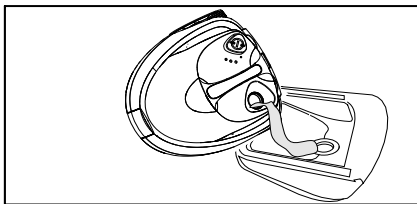

Figure 10
- Vider l'eau. Pour ce faire, faire basculer l'appareil sur le coin et utiliser l'entonnoir (voir Figure 10).